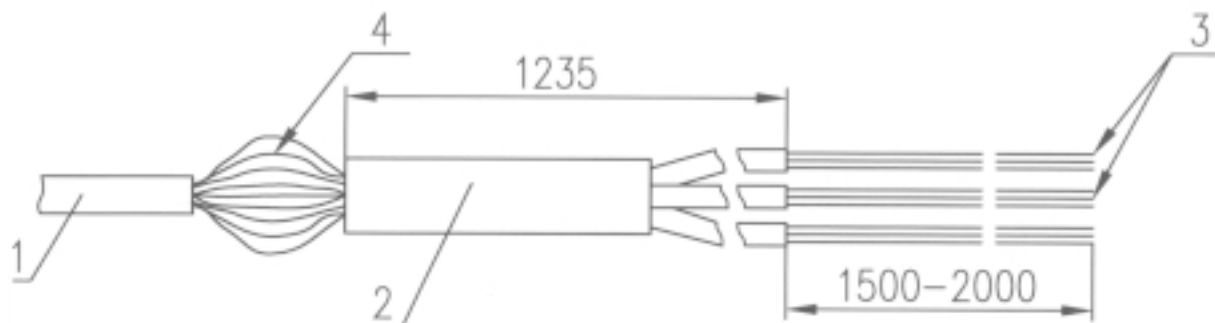

рис. 2. Затяжка пучков ОВ в разветвительные трубки.
5.6. Отобранные чистые пучки волокон вводят вручную в разветвительные трубки адаптера или затягивают с помощью тонкой проволоки (рис. 2).